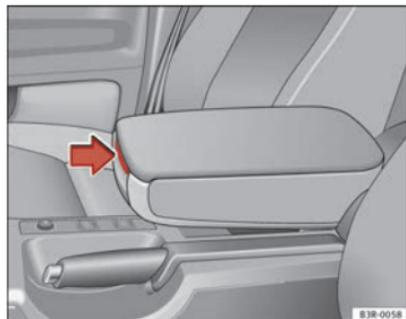

Fig. 113 Reposabrazos entre el asiento del conductor y el del acompañante
- Pulse la palanca de desbloqueo ⇒ fig. 113.